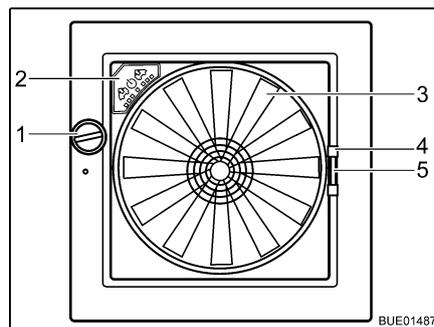

Fig. 56 Claraboya Omni-Vent
- Girar el botón giratorio (Fig. 56,1) hasta alcanzar el ángulo de apertura deseado.
- Girar el botón giratorio (Fig. 56,1) hasta que la claraboya esté completamente cerrada.
- Cerrar:* ■ Tirar del tirador (Fig. 56,4) de la protección contra insectos hacia el lado opuesto del marco.
- Cerrar:* ■ Comprimir el tirador (Fig. 56,5) del oscurecedor.
- Ventilador** Cuando la claraboya está abierta, el interior se puede ventilar y purgar de aire con el ventilador de 6 niveles (Fig. 56,3). El ventilador se maneja a través del cuadro de mando (Fig. 56,2).